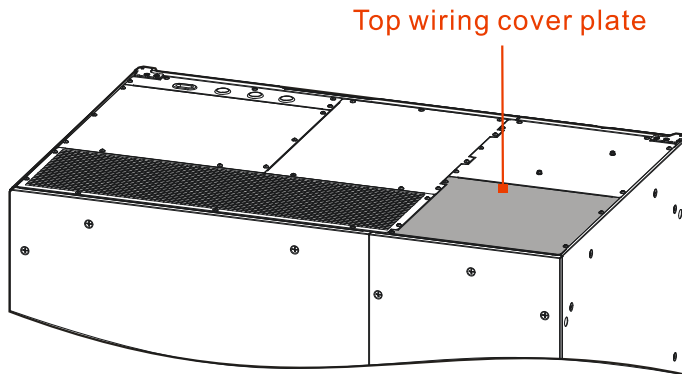

Рисунок 3.27 Расположение верхней крышки KR33500, KR33600, закрывающей зону электрических подсоединений
Step 2 С помощью крестовой отвертки открутите болты в верхней крышке (см. Рисунок 3.27) и снимите её.